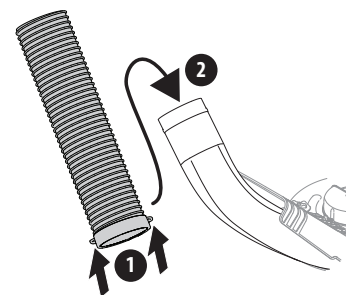

Figure 21
- Enfilez ce dernier sur le coude de goulotte, comme illustré à la Figure 21.